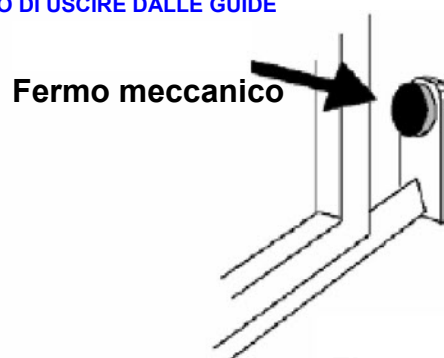
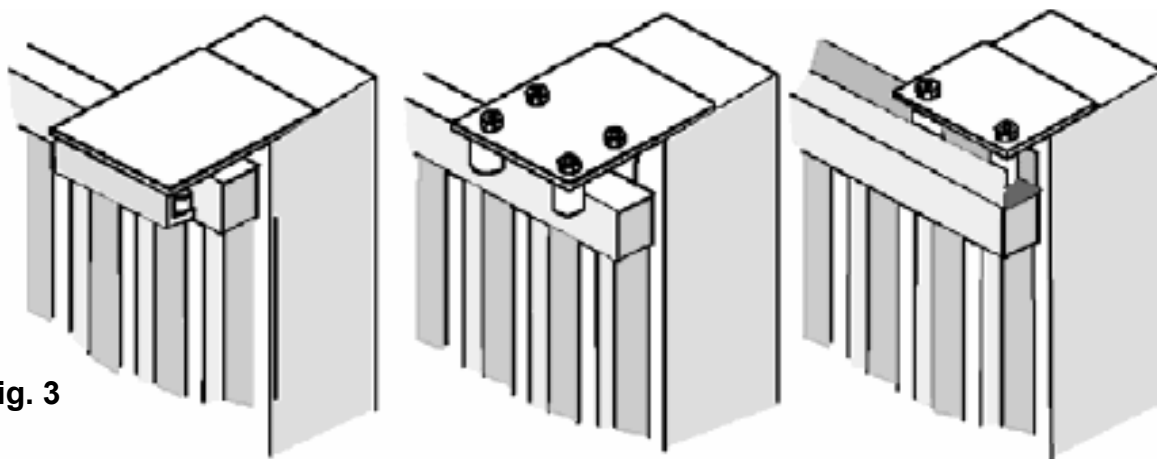

Fig. 2
Fig. 3
- Prima di procedere al montaggio dell'automatismo, si verifichi che il cancello sia perfettamente funzionante, inoltre, è opportuno verificare che la guida di scorrimento a terra (**V. Fig. 1**) non presenti malformazioni, che sia perfettamente a livello e che sia presente il fermo meccanico in apertura (**V. Fig. 2**) al fine di evitare che il cancello esca fuori dalle guide superiori (**V. Fig. 3**)
- Verificare la guida di scorrimento superiore (**V. Fig. 3**) che sia ben salda e il cancello vi scorra liberamente.